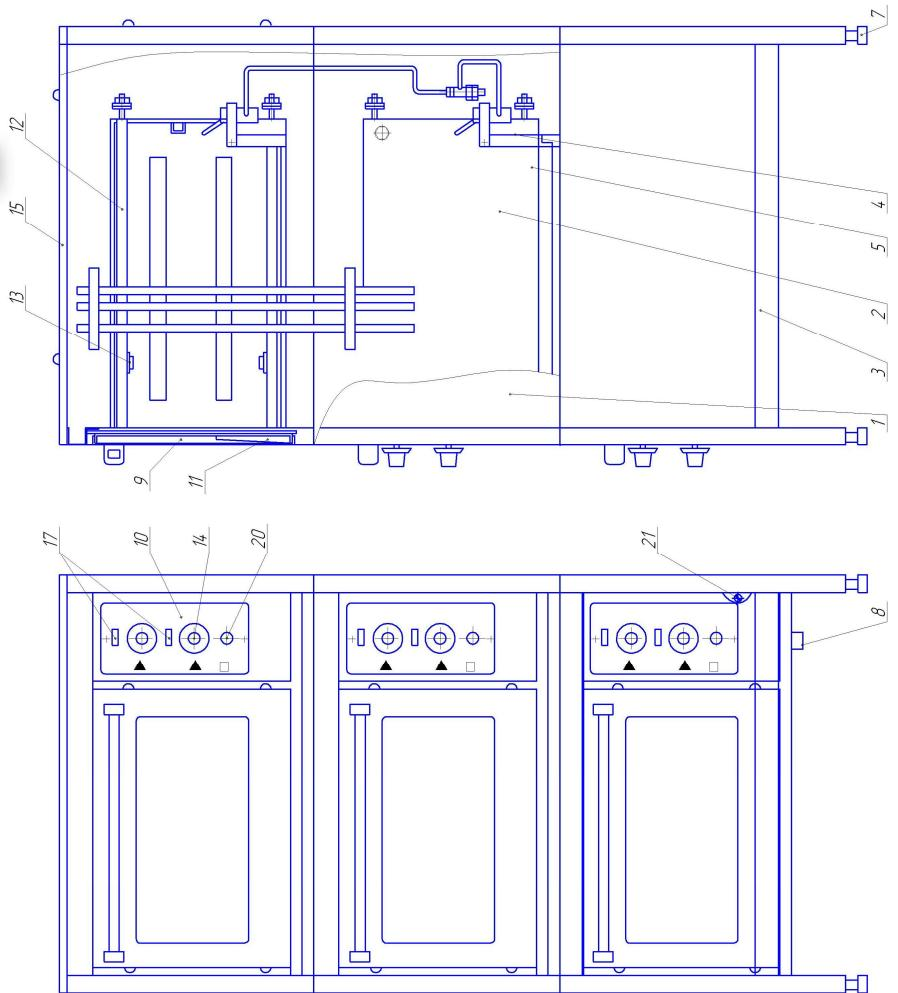

Рисунок 1 – Общий вид шкафа харочного
Секции и основание сварены между собой и представляют собой жёсткую конструкцию. Панель верхняя 15 и задние панели 16 прикреплены к каркасу винтами (смотри рисунок 1).
Заземление шкафа осуществляется от контура заземления у потребителя или глухозаземлённой нейтрали трансформатора посредством его соединения со специальным узлом заземления, расположенным на основании (см. рис.1 поз. 8) в доступном видном месте. Сопротивление внешнего контура заземления не должно превышать 4 Ом, а сопротивление между любой металлической частью, которая может оказаться под напряжением в результате пробоя изоляции не должно превышать 0,1 ОМ.
8.6 Выполнить горизонтальную и вертикальную установку шкафа, отрегулировать его с помощью опор 7 рисунок 1.